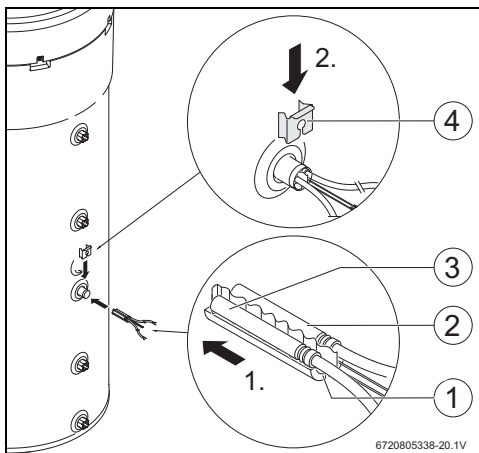

Fig. 7
- ▶ Montar o conjunto de fixação (Fig. 7, [1]), o sensor NTC do acessório (Fig. 7, [2]) e o sensor NTC do controlador (Fig. 7, [3]) e posicionar o conjunto de acordo com a Fig. 7.
- ▶ Colocar o clip de fixação (Fig. 7, [4]).